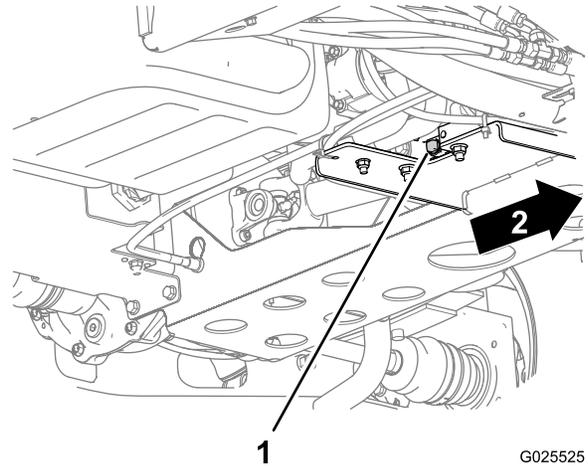

Figura 52
- Alinhe um recipiente de escoamento grande debaixo do tampão de escoamento do motor (Figura 52).
- Retire o tampão de escoamento e deixe o óleo escorrer para um recipiente adequado (Figura 52).